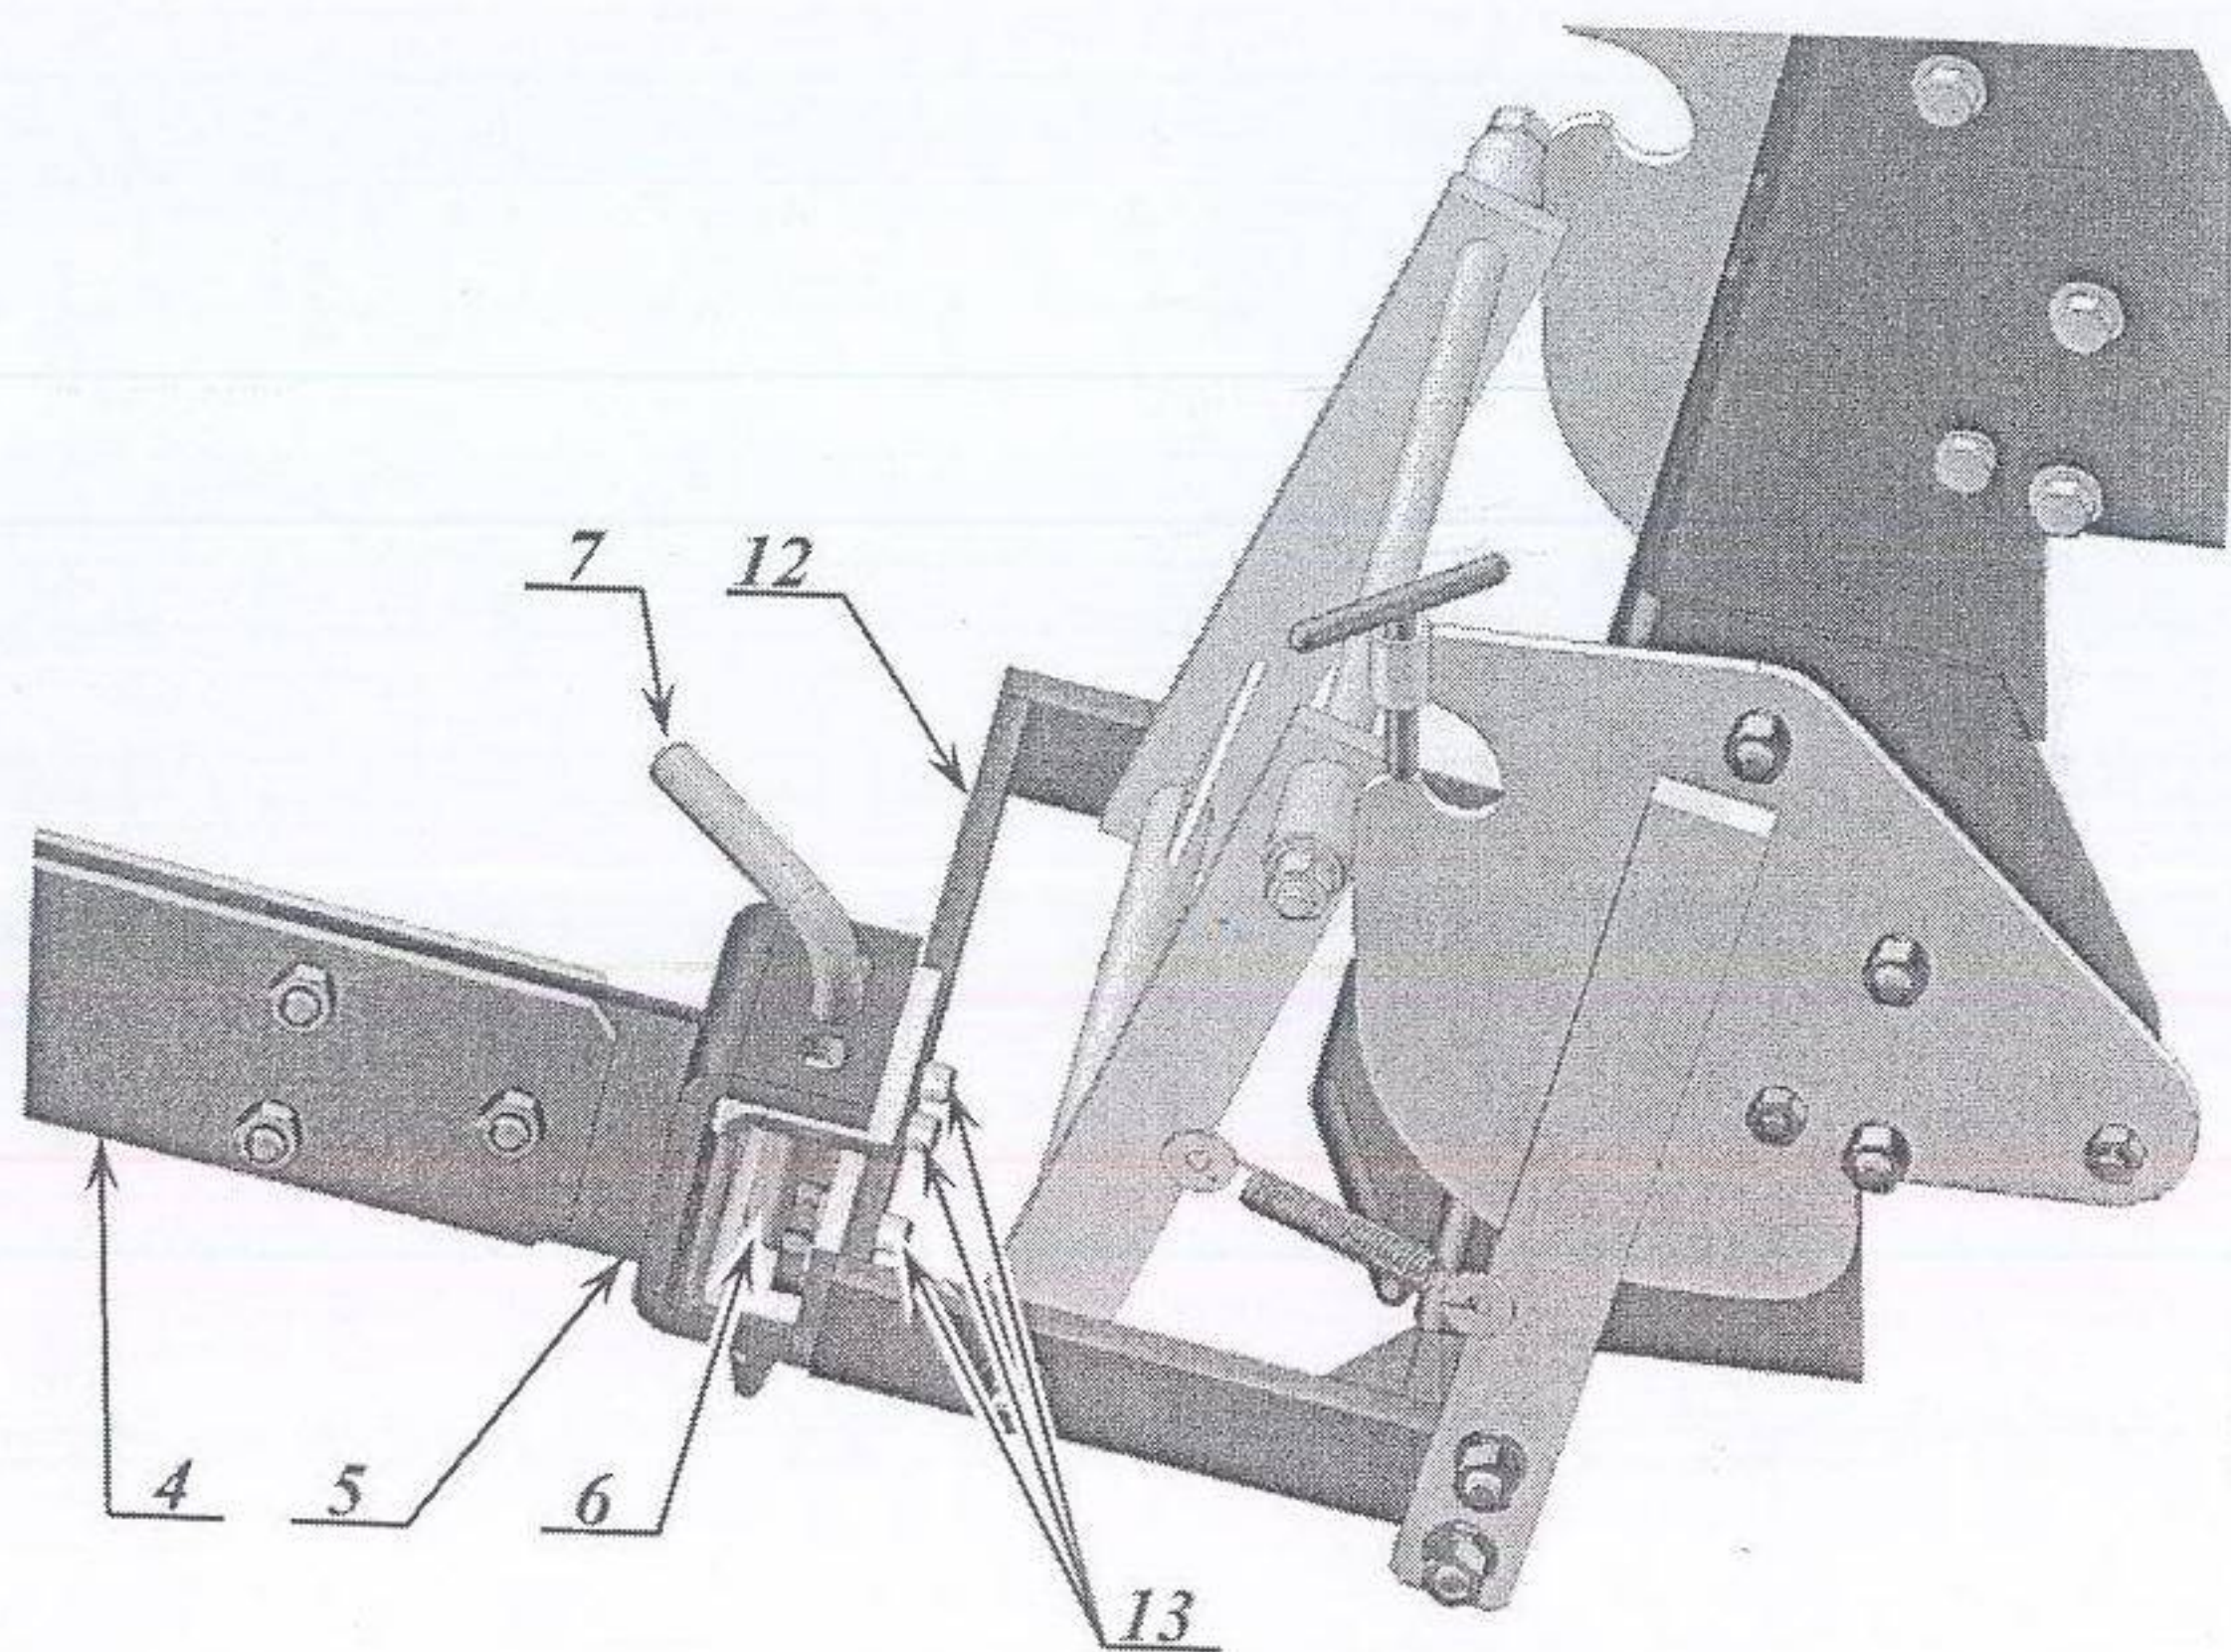

Рис.4
1. Положение борозды можно настроить перемещением прицепного узла (6) траверсе (12) подъемника. Прицепной узел (6) фиксируется на траверсе (12) при помощи резьбовых соединений (13). (см.рис.4).
2. Установка плуга (8) на требуемую глубину производится вращением регулировочного винта (14).